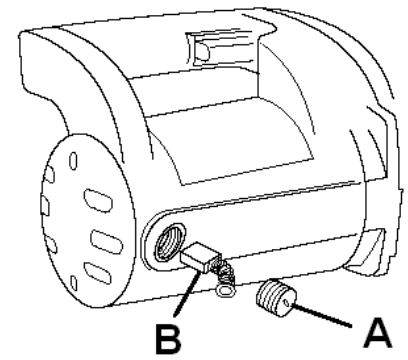

Fig 11
- Bürstendeckel abschrauben (A, Fig 11).